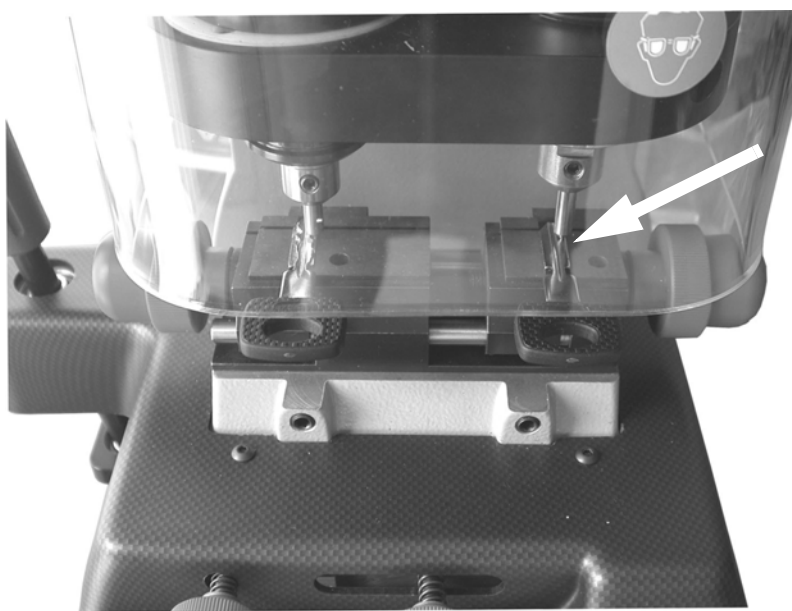

Figura 26: Ajustar el grupo fresa - palpador
1. Empezar el interruptor general (1). Ahora la máquina está preparada para el calibrado electro-mecánico;
2. Apretar el botón (12) para poner en marcha el sistema de calibrado; el piloto amarillo (22) se ilumina;
3. Controlar que el muelleo del palpador sea bloqueado asegurandose que la tuerca (21) sea en posición de bloqueo;
4. Acercar, por medio de la palanca (16), el grupo Fresa-Palpador en una zona no cifrada de la llave (véase figura 26);